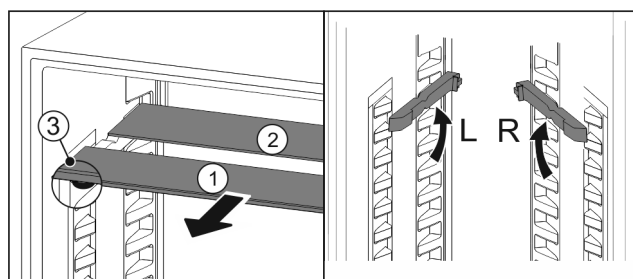

Fig. 17
- ▶ Skleněné desky jednotlivě vytáhněte dopředu Fig. 17 (1).
- ▷ Skleněná deska Fig. 17 (1) s ozdobnou lištou leží vpředu.
- ▷ Záračky Fig. 17 (3) směřují dolů.